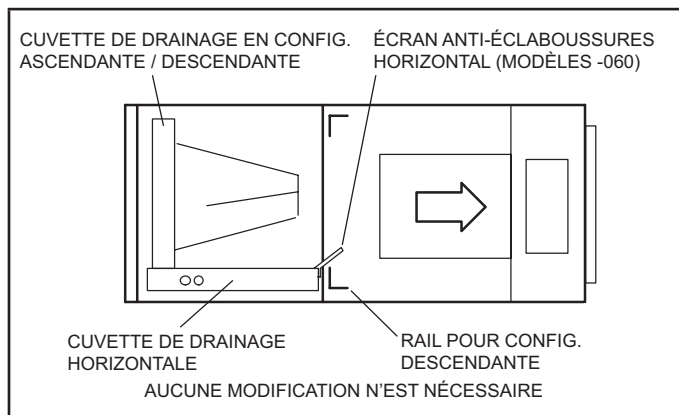

FIGURE 2. Configuration pour refolement du côté droit
- 2 - Installez l'écran horizontal sur le bord avant de la cuvette de drainage horizontale comme illustré à la figure 2.